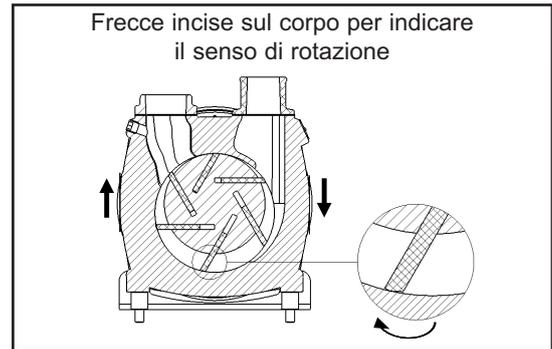

Figura 14
6. In caso di sostituzione delle palette, assicurarsi che siano inserite correttamente nelle scanalature del rotore, come illustrato nella figura 14. L'angolo della punta della palette deve corrispondere alle frecce indicate sulla parte interna del corpo.